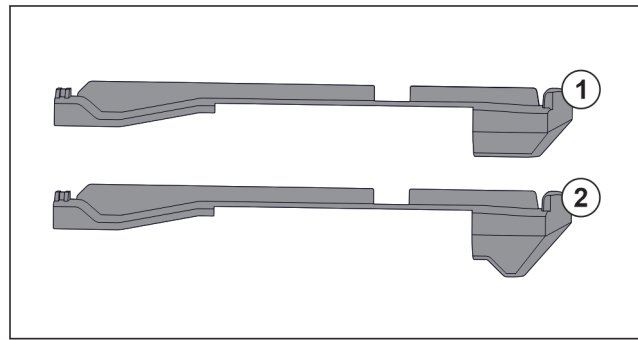

Fig. 123 Vergelijking van de insteekelementen
In het apparaat bevinden zich twee verschillende insteekelementen. Het insteekelement boven de onderste lade Fig. 123 (2) heeft een driehoekige rand. Alle overige insteekelementen Fig. 123 (1) hebben een rechte rand.
- ▶ Insteekelement Fig. 123 (2) met de driehoekige rand boven de onderste lade aanbrengen.
- ▶ Insteekelement Fig. 123 (1) met rechte rand op alle overige plekken aanbrengen.